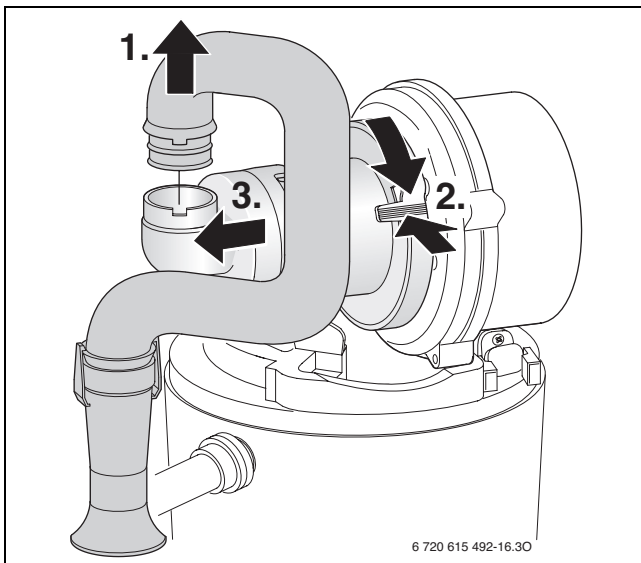

Bild 71
- Mischeinrichtung nach Bild 71 ausbauen.